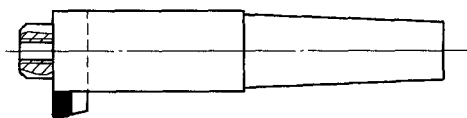

图 3
(2) 工艺方案二 此方案适合小批量项目, 增压器涡轮箱放气阀端面加工工艺为: 在立式铣床上加工, 设计铣用刀杆装90°车刀进行铣削。如图3所示。